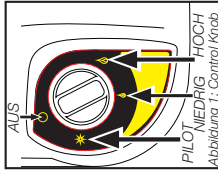
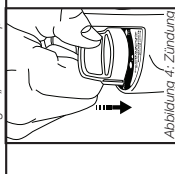

Abbildung 1: Control-Knopf
Abbildung 4: Zündung
- Vergewissern Sie sich, dass der  Bedienungsknopf in der „AUS“-Position ist; siehe Abbildung 1.
- Den Schalter entgegen dem Uhrzeigersinn auf die „PILOT“-Position  drehen und zum Anzünden herunterdrücken; siehe Abbildung 1 und Abbildung 4.
- Nachdem die Brennlampe hell orange ist, die Heizleistung mit dem Kontrollschalter auf die gewünschte Position („NIEDRIG“  oder „HOCH“  einstellen). Abbildung 1.